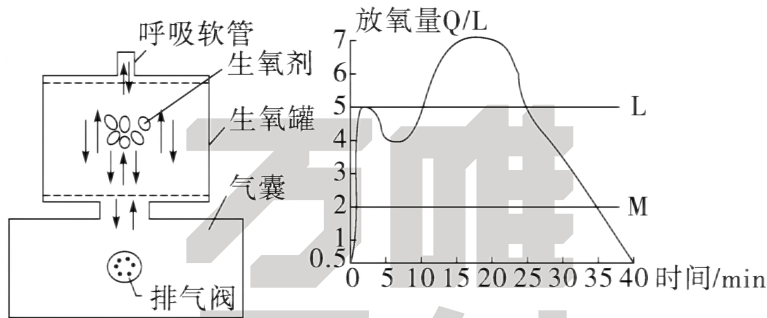

图1 图2
- (1)化学氧自救器常用生氧剂——片状超氧化钾(KO_2)制氧, 原理为 $4\text{KO}_2 + 2\text{H}_2\text{O} = 4\text{KOH} + 3\text{O}_2 \uparrow$ 、 $4\text{KO}_2 + 2\text{CO}_2 = 2\text{K}_2\text{CO}_3 + 3\text{O}_2$, 反应物水来源于_____, 生成的氢氧化钾还会和呼出的二氧化碳进一步反应, 写出该反应的化学方程式_____。
- (2)图1为化学氧自救器的往复气路结构图。呼出气体通过呼吸软管进入生氧罐, 与生氧剂反应后产生的富氧气流进入气囊, 吸气时再从气囊经过生氧罐进入呼吸软管, 在1次呼吸循环中气流2次经过生氧剂层, 体现了往复气路的主要优点为_____。